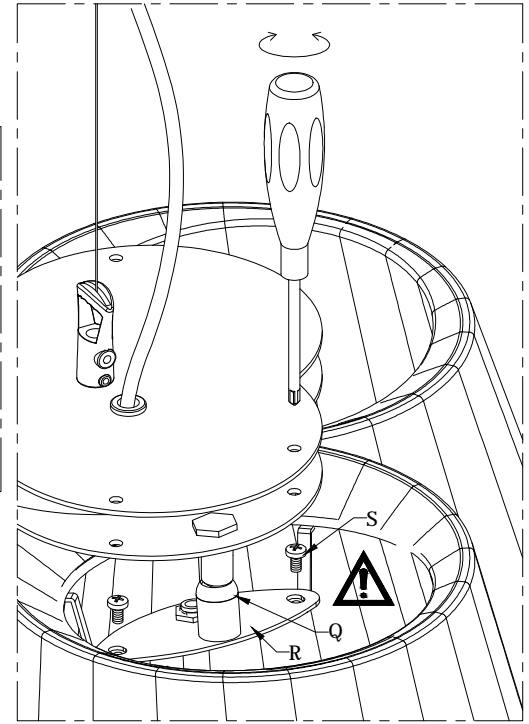

Fig.3
- E' possibile togliere completamente i paralumi svitando con un cacciavite le due viti (S) che uniscono il paralume alla struttura. (Fig. 3).
- Per un perfetto posizionamento dei paralumi la lampada è dotata di uno snodo (Q) (Fig.3).
- Per la regolazione del paralume afferrare con la mano la piastra (R) e muovere leggermente fino al posizionamento corretto (Fig.3).
- It's possible to remove completely the lampshades by unscrewing with a screwdriver the two screws (S) that join the lampshade to the structure. (Fig. 3).
- For a perfect positioning of the lampshades the lamp is provided with a joint (Q) (Fig. 3).
- To regulate the lampshade catch with the hand the plate (R) and move slightly until the right positioning (Fig. 3).